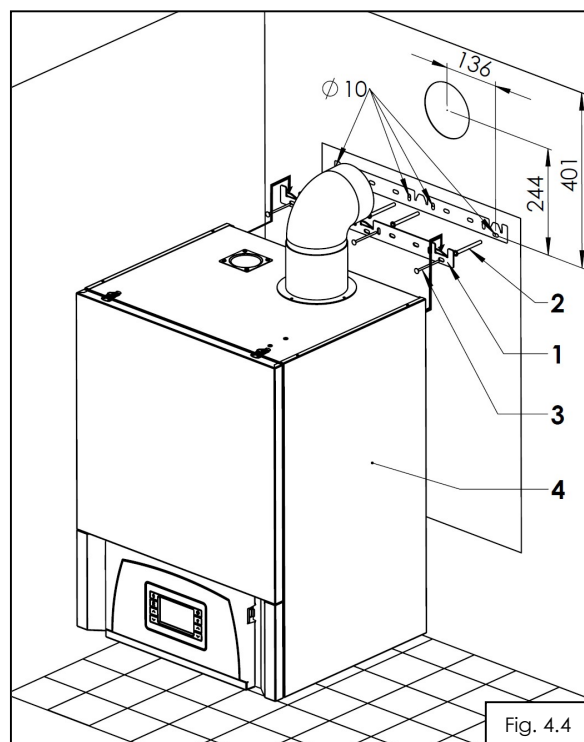

Fig. 4.4
- Executati prin gaurire doua orificii pentru fixarea suportului centrala (1);
- Montati suportul centrala (1) cu diblurile si suruburile furnizate (2, 3) pe perete (fig.4.4);
- Suspendati centrala (4) pe suportul centrala.